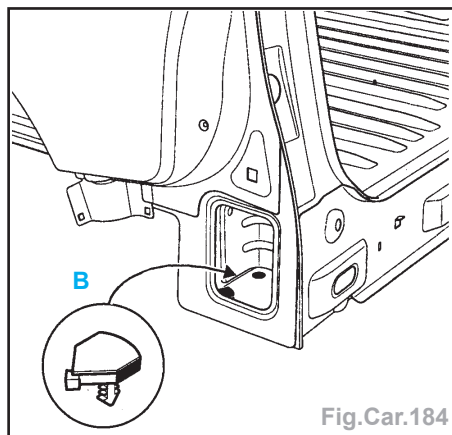

Fig.Car.184
**Nota** : pour des raisons de standardisation, le Magasin des Pièces de Rechange ne fournit que la pièce de la version tôlée. En conséquence pour la version vitrée, il sera nécessaire de couper le raidisseur de panneau (A) comme indiqué sur le dessin (pour les versions rallongées il y a deux raidisseurs à couper).
- 2 - Appliquer sur la périphérie des inserts (B) du mastic d'étanchéité garniture (référence : 77 01 423 330) (Fig.Car.184).